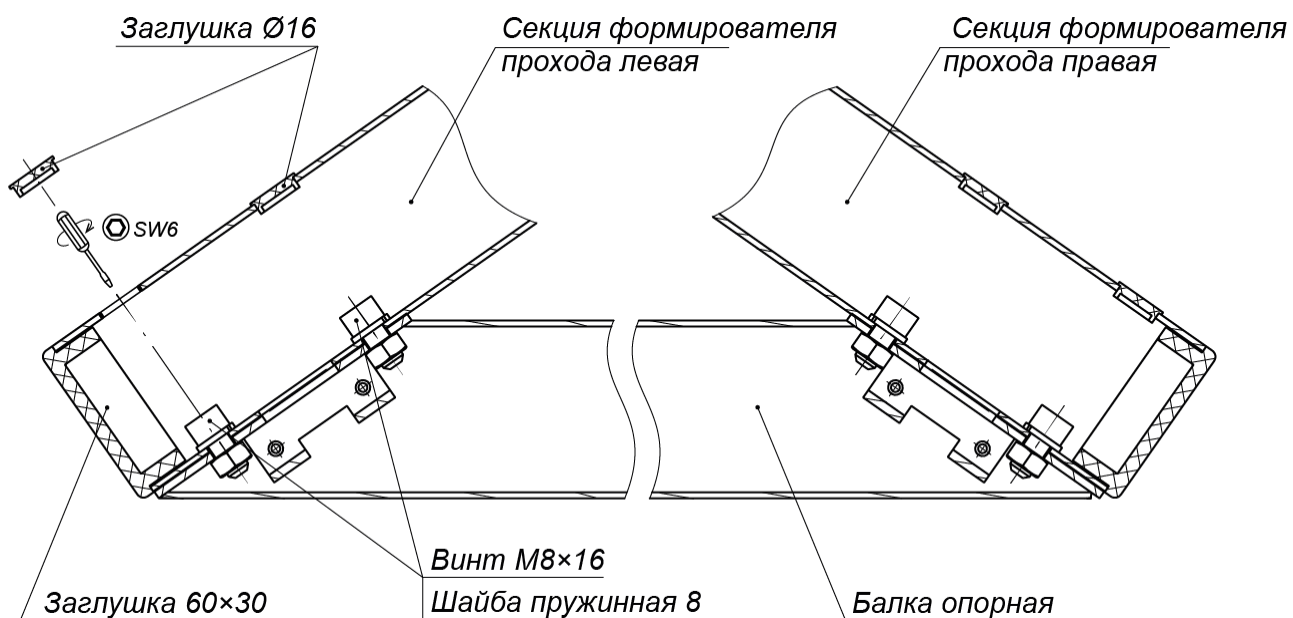
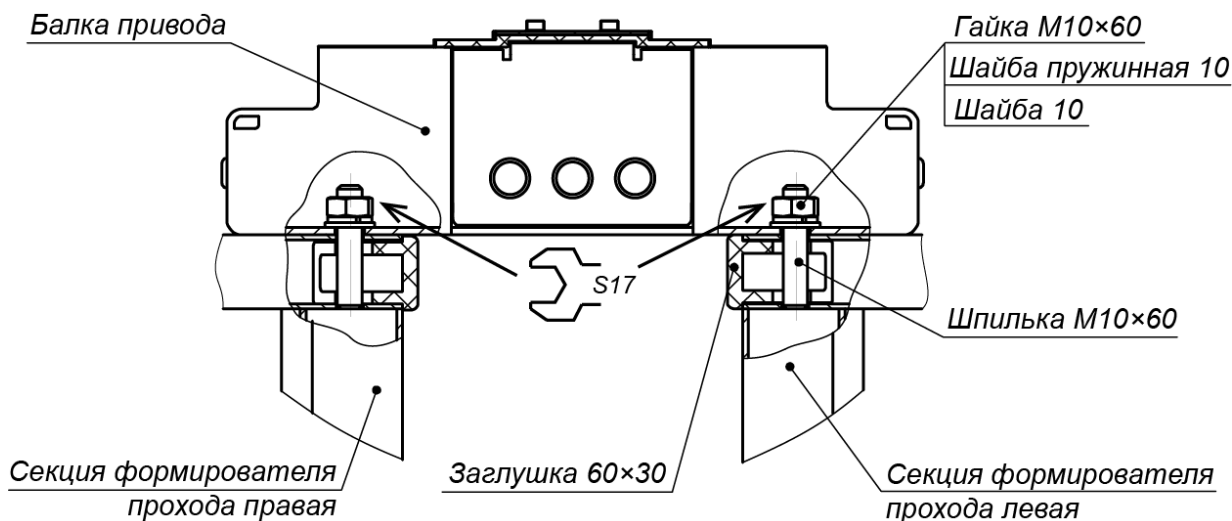

Рисунок 15. Крепление балки опорной к секциям формователя прохода
Рисунок 16. Крепление балки привода к секциям формирователя прохода
- Установите секции (6) формователей прохода на установочную поверхность, ориентируя отверстия в опорных фланцах по расположению анкеров. При этом левая и правая секции каждого ИУ турникета должны быть правильно выставлены и сориентированы: блоки индикации формователей должны быть развернуты наружу (см. рис. 2) и учтено расположение на секциях мест крепления опорной балки (см. рис. 15).
14. Установите балки опорные (7) на секции (6) формователей прохода, каждую в следующем порядке (см. рис. 15):
15. Распакуйте балку привода (9) с крышкой (10) (ящик №1).
16. Произведите монтаж балки привода (9) (работайте вдвоем!):
- Снимите крышку (10) с балки привода (см. разд. 6).
- Используя две стремянки, осторожно установите балку сверху на турникет, при этом шпильки, расположенные на секциях (6) формователей прохода, должны попасть в соответствующие отверстия в балке. Будьте внимательны – не повредите соединительные кабели!
- Придерживая балку, осторожно приподнимите ее с одной стороны и пропустите концы кабелей индикации (14) из балки опорной (7) в соответствующие отверстия балки привода. Временно закрепите их внутри балки (к примеру, с помощью скотча). Те же самые действия произведите с другой стороны балки.
- Закрепите балку привода на секциях (6) формователя прохода четырьмя гайками М10 с шайбами (см. рис. 16), накрутив их на шпильки с помощью торцевого ключа S17. Затяжка гаек предварительная, для возможности регулировки положения.
20. Закройте пластиковыми заглушками Ø16 отверстия для винтов соединения секций ротора (2) и отверстия крепления балки опорной (7) к секциям (6) формователя прохода (см. рис. 15 и 19).